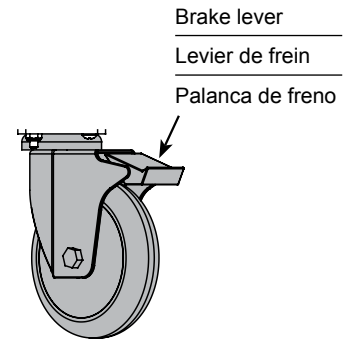

Figure 9
1. To lock the wheel rotation, press the brake lever. **Figure 9.**
1. Appuyez sur le levier de frein pour arrêter le pivotement des roues. **Figure 9.**
1. Para bloquear la rotación de la rueda, presione la palanca de freno. **Ilustración9.**